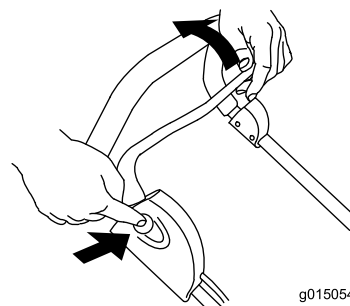

Figura 10
4. Apriete el botón y tire de la barra de control hacia el manillar (Figura 10).